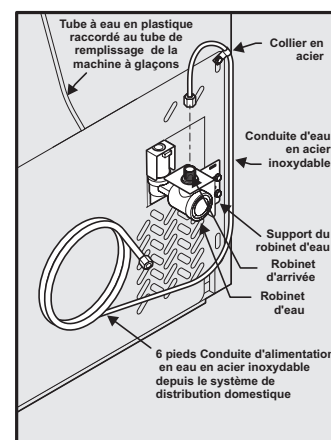

Figure 2
- 4 Répétez les étapes 2 et 3 pour installer la porte du réfrigérateur. Assurez-vous que les trous des vis de réglage sont vis-à-vis de la porte du congélateur. (Reportez-vous à la figure 2.)
En cas d'utilisation d'un tube en acier inoxydable - l'écrou et la bague sont déjà assemblés sur le tube. Glisser l'écrou à compression sur le robinet d'arrivée et serrer à la main l'écrou à compression sur le robinet. Serrer d'un autre demi-tour à l'aide d'une clé; NE PAS trop serrer. Vous reporter à la figure 2.